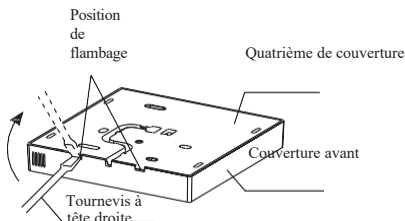

Fig 3-2
- Insérez un tournevis dans les fentes de la partie inférieure du contrôleur filaire (2 endroits) et retirez la partie supérieure du contrôleur filaire. (Fig.3-2)